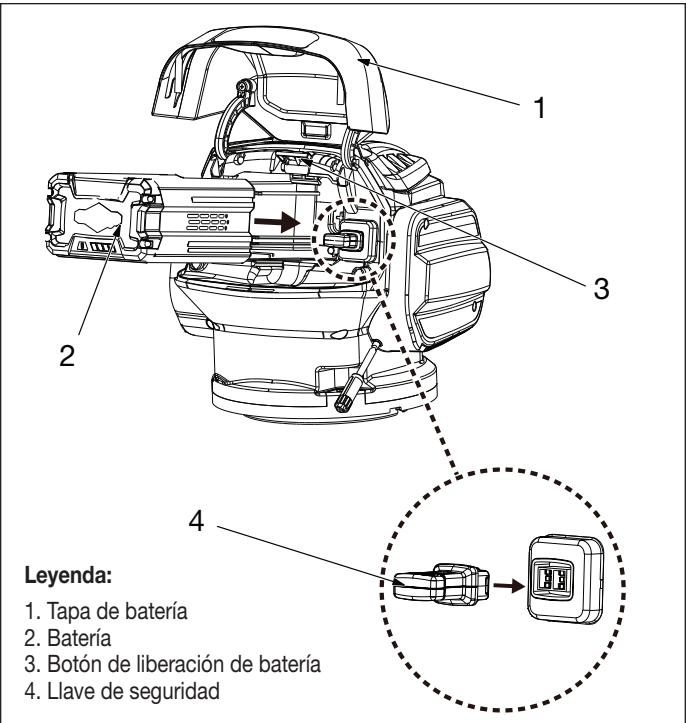

Figura 6, Colocación de la batería
2. Levante la tapa de la batería y manténgala abierta. Véase Figura 6.
4. Deslice la batería hacia afuera y sáquela del compartimento de la batería. Véase Figura 6.